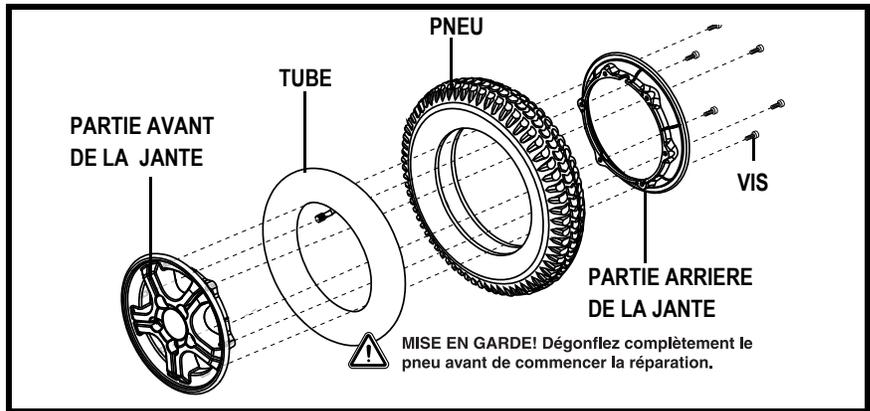

Figure 32. Roue motrice démontée
6. Retirez les vis qui retiennent les deux parties de la jante ensemble. Voir la figure 32.
10. Réinstallez les cinq (5) écrous de roue sur le moyeu et resserez.